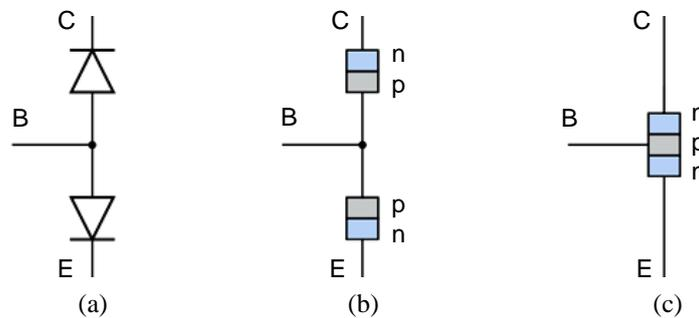

Figura 2.13 – TJB: (a) Diodos em contra-posição. (b) Junções pn equivalentes. (c) Estrutura de um TJB npn.
- Diante do que foi exposto anteriormente, responda: *é possível construir um TJB a partir de dois diodos discretos*, como mostra a Figura 2.13?